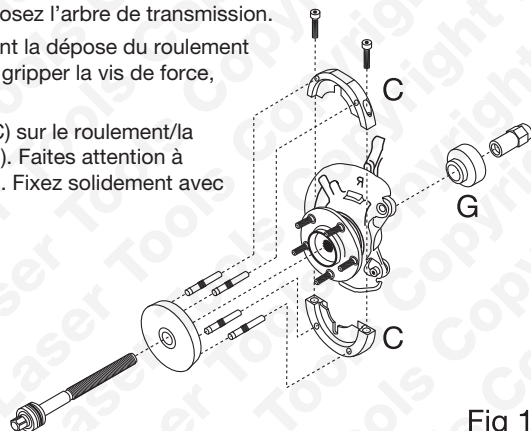
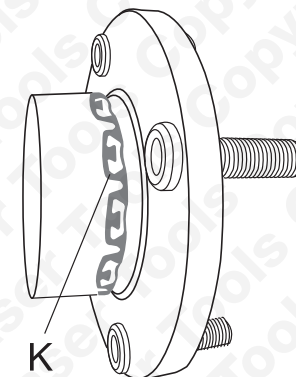

Fig 1
Fig 4
- Assemblez les demi-colliers de dépose (C) sur le roulement/la bride ; reportez-vous à l'illustration (Fig. 1). Faites attention à aligner les encoches avec le capteur ABS. Fixez solidement avec les vis de fixation (D) fournies.
- Montez les quatre broches de force (E) sur la plaque de pression (B). Le joint torique caoutchouc sur la broche de force va l'immobiliser dans la cavité de la plaque de pression.
- Par l'arrière, mettez en place l'adaptateur d'extraction (G) au-dessus de l'extrémité de la vis de force. L'extrémité à bague vers la vis de force — reportez-vous à la fig. 1
- Fixez l'outil assemblé avec l'écrou de la vis de force (F). La longue extrémité filetée de l'écrou de la vis de force mis vers la vis de force — reportez-vous à la fig. 1.
- Pour retirer le roulement/la bride, maintenez l'écrou de pression (F) fermement avec une clé de 30 mm tout en tournant la vis de force avec une douille de 22 mm et une poignée articulée ou une poignée à cliquet longue. (n'utilisez pas d'outils pneumatiques)
- Pour faire entrer le nouveau roulement/la nouvelle bride, maintenez l'écrou de pression (F) fermement avec une clé de 30 mm, tout en tournant la vis de force avec une douille de 22 mm et une poignée articulée ou une poignée à cliquet longue. (n'utilisez pas d'outils pneumatiques).
- Faites tourner la vis de force jusqu'à ce que le roulement/la bride soit bien à fond. Après montage, assurez-vous que les tenons de la bague de fixation cannelée K sont correctement en place dans la rainure de retenue. Voir la fig. 4